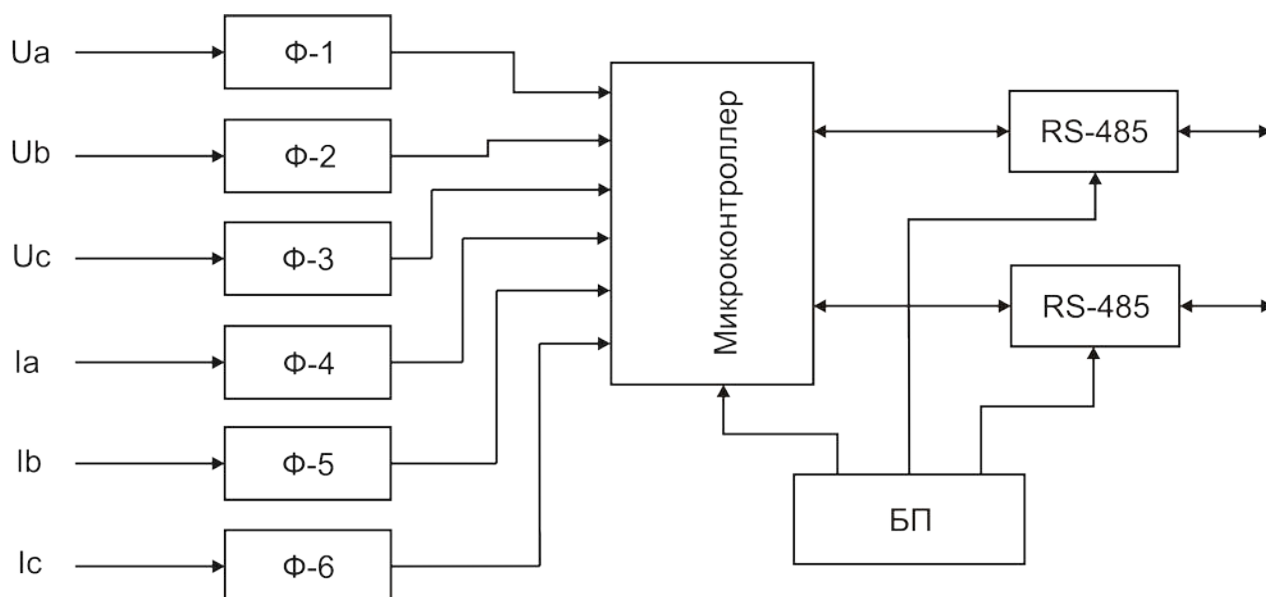

Рисунок 1 Функциональная схема ЕТxxx
1.4.3 Электрическая часть ПИМ (Рисунок 1) состоит из формирователей входных сигналов токов и напряжений ( $\Phi-1 - \Phi-6$ ), электронного вычислительного модуля (микроконтроллера), двух модулей интерфейсов (RS-485) и модуля питания (БП).